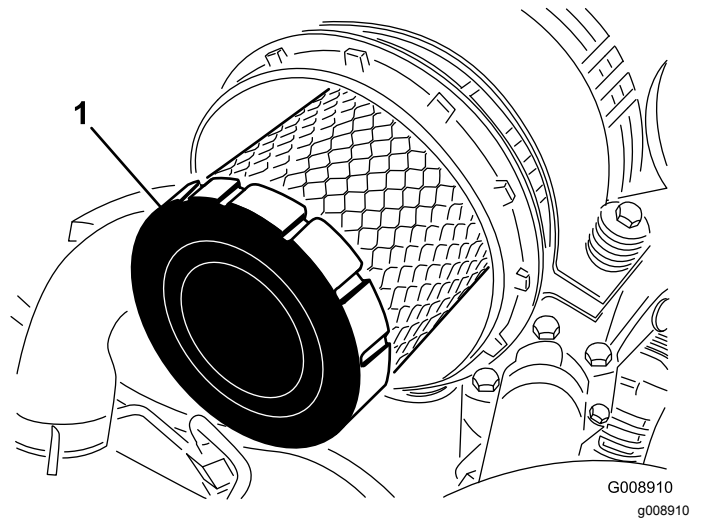

Figura 88
4. Retire el filtro primario (Figura 88).